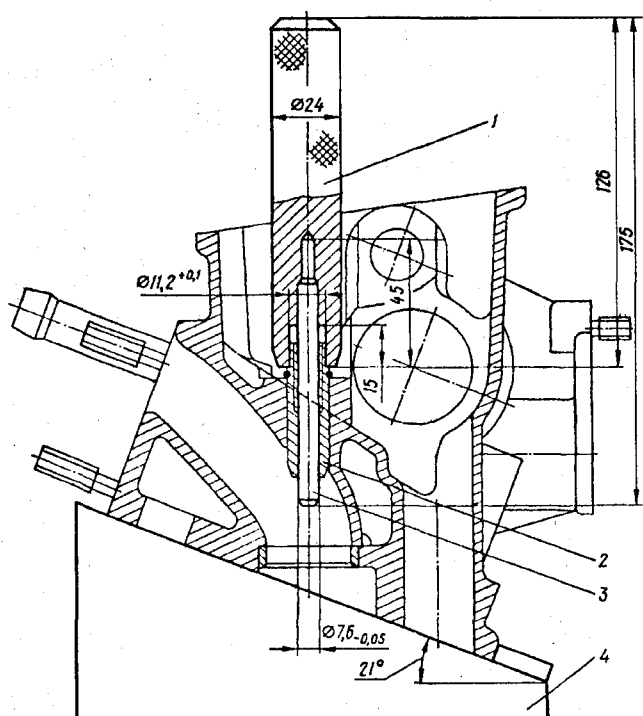

Рис. 2.43. Оправка для запрессовки направляющих втулок клапанов: 1 – оправка; 2 – направляющая втулка клапана; 3 – штифт направляющий; 4 – подставка
– Нагрев головку до температуры $165...175^{\circ}\text{C}$, оправкой запрессовать в отверстие головки цилиндров новую направляющую втулку (рис. 2.43) ремонтного размера – большую по наружному и меньшую по внутреннему диаметрам до упора стопорного кольца в плоскость головки.